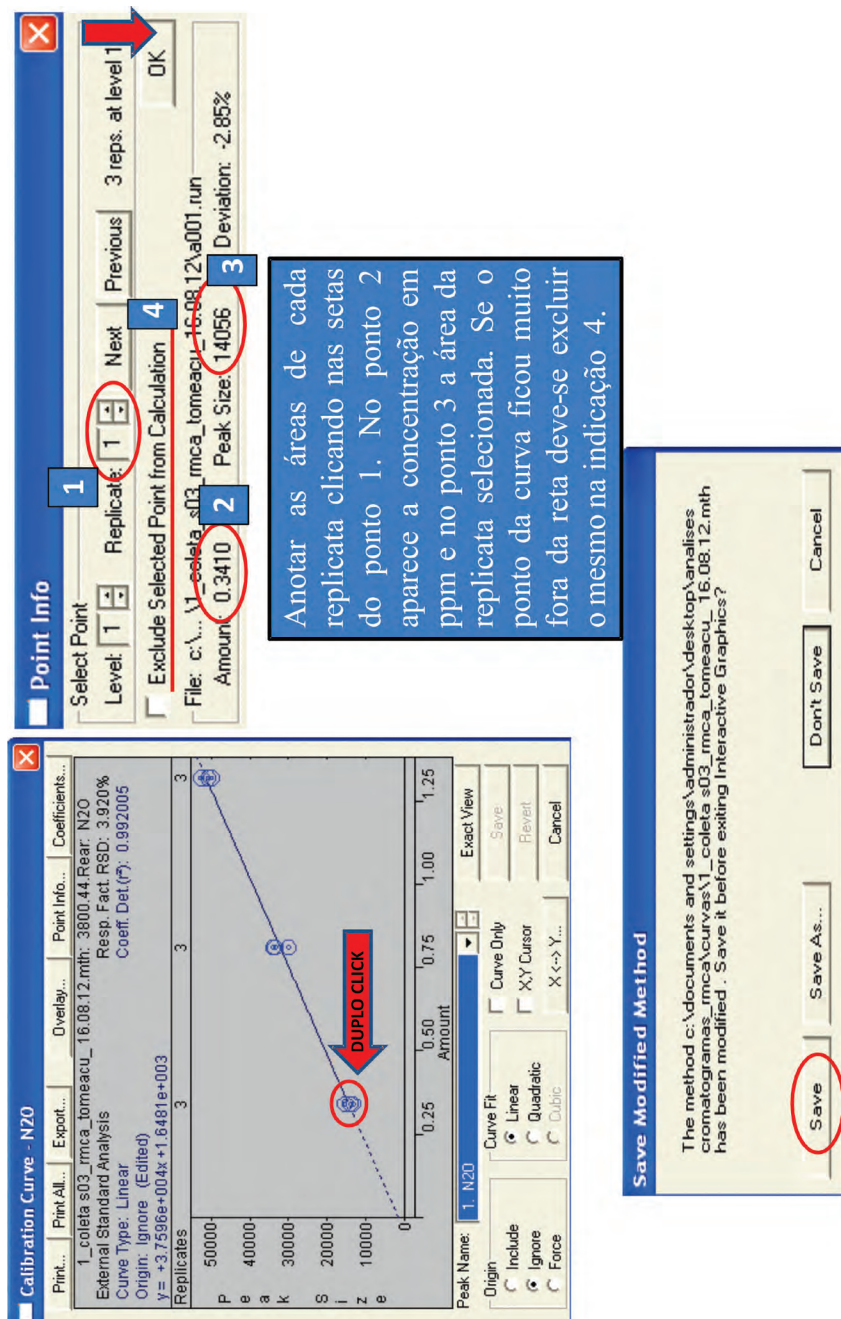

Figura 23. Procedimentos finais de calibração da curva padrão.
- Após a calibração, anotar as áreas dos pontos da curva. Na **view Calibration Curve**, executar duplo clique em cima de cada ponto inserido na curva de calibração, aparecerão dados de área em mvols sec^{-1} e concentração em ppm. Para finalizar e salvar a curva padrão, clicar em Fechar (X) **Interactive Graphics** → na janela **Save Modified Method** clicar em **Save**¹⁴ (Figura 23).